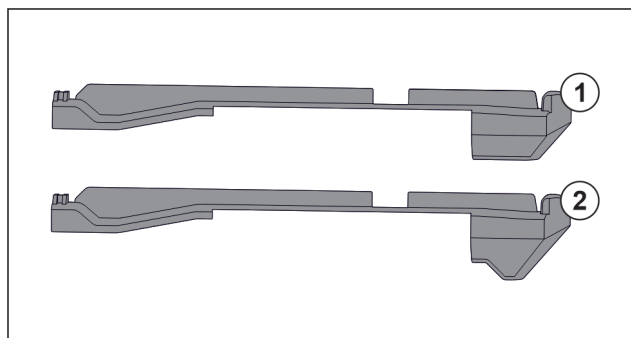

Fig. 147 Vergleich der Aufsteckteile
Im Gerät befinden sich zwei unterschiedliche Aufsteckteile. Das Aufsteckteil über dem untersten Schubfach Fig. 147 (2) hat eine dreieckige Kante. Alle anderen Aufsteckteile Fig. 147 (1) haben eine gerade Kante.
- Aufsteckteil Fig. 147 (2) mit der dreieckigen Kante über dem untersten Schubfach anbringen.
- Aufsteckteil Fig. 147 (1) mit der geraden Kante an allen anderen Stellen anbringen.